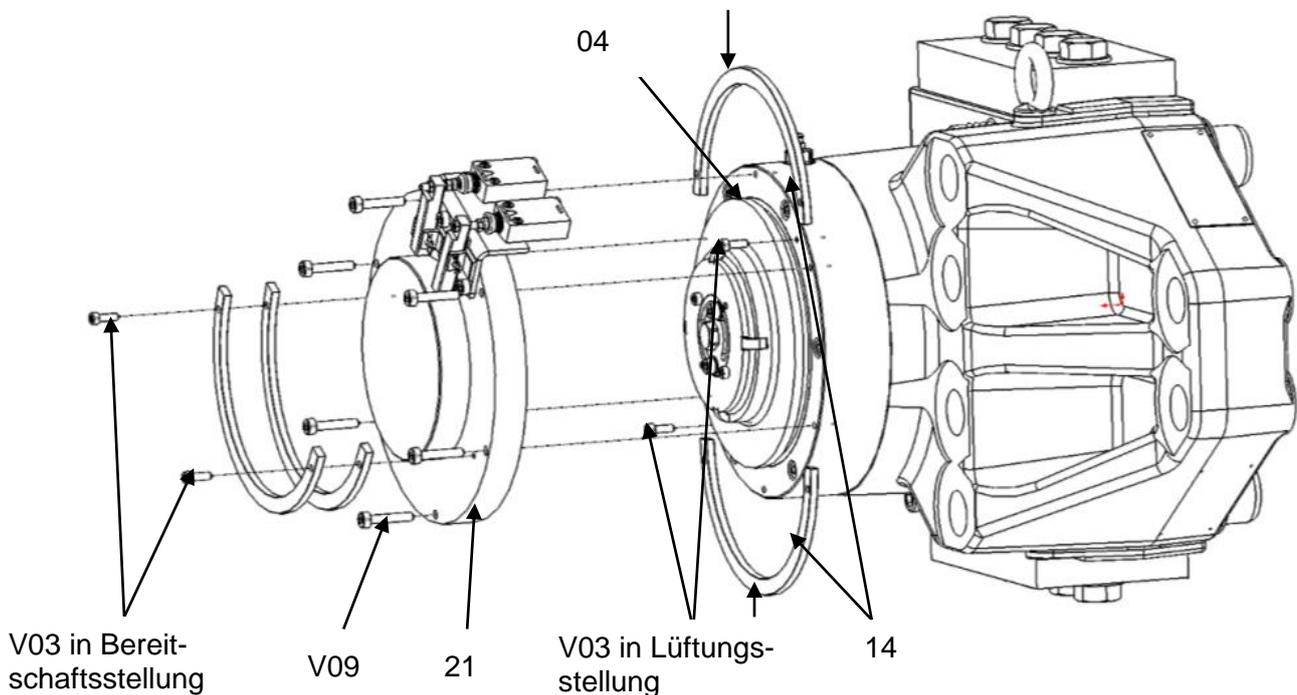
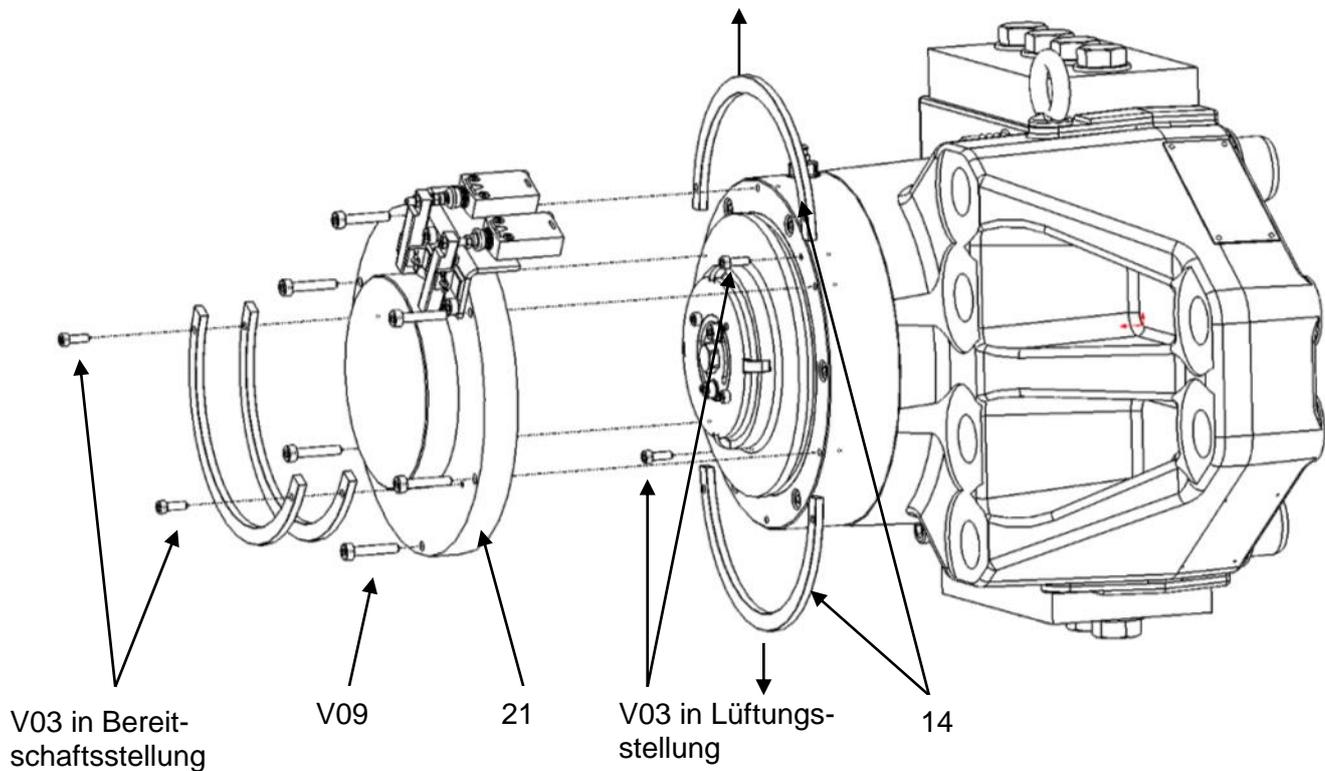

Bild 5.2
Bild 5.3
5. Legen Sie die 2 Haltesegmente **14** in die Kolbennut **04** Bild 5.2.
4. Entfernen Sie die 2 Haltesegmente **14** Bild 5.2 und befestigen Sie sie – übereinander – mit den 2 Schrauben **V03** in der Bereitstellungsstellung an der Abdeckung **21** siehe Bild 5.3.
5. Setzen Sie die Abdeckung **21** wieder auf und ziehen Sie die 6 Schrauben **V09** an Bild 5.2, Kapitel 5.1.
- Entfernen Sie die Abdeckung **21** mittels der 6 Schrauben **V09** Bild 5.2.